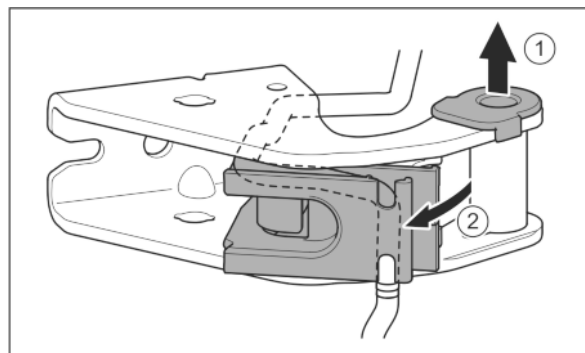

Fig. 27
- ▶ Vytáhněte ložiskové pouzdro z vedení. *Fig. 27 (1)*
- ▶ Otočte držák kabelu ven. *Fig. 27 (2)*